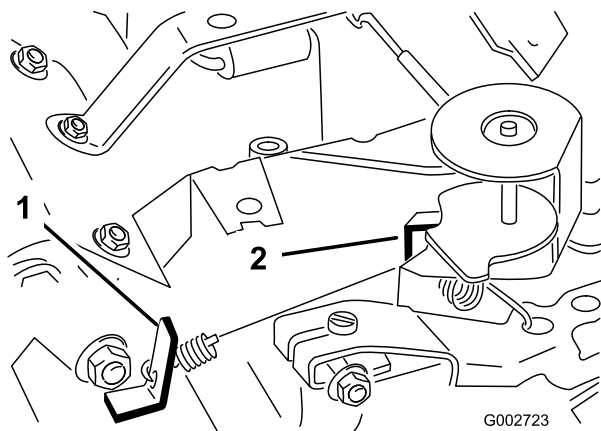

図 38
3. 長足アイドル・スプリング・アンカーの耳(図 38)を曲げて、エンジン速度を 1725r
5. スロットル・コントロールをFAST位置とする。高速アイドル・スプリング・アンカーの耳(図 38)を曲げて、エンジン速度を 3400 $\pm$ 50 RPM に調整する。